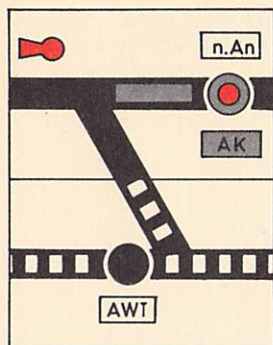

Bild 61
- (5) Nach der Entnahme des Schlüssels aus der Schlüsselsperre leuchtet der Schlüsselfreigabemelder rot, der Anschlußkennungsmelder erlischt (vgl. Bild 61). **Schlüssel entnommen**